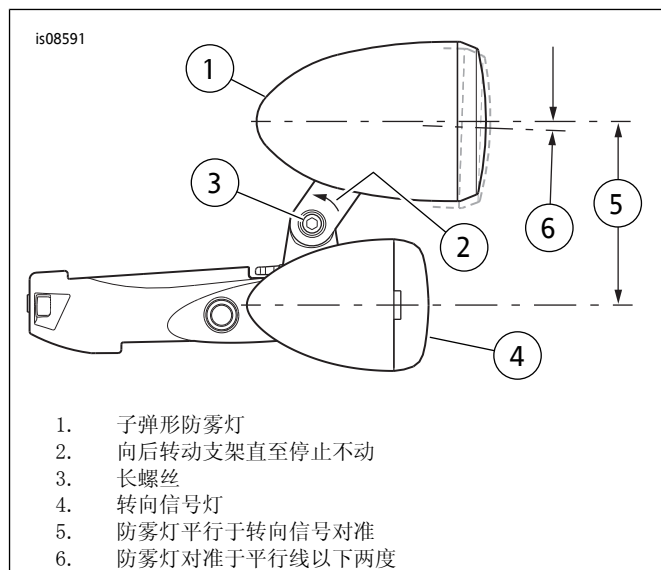

图3。防雾灯对准
参见图3。由于安装螺丝安装空间所限，最终安装防雾灯（1）之前必须先对准。
6. 取出一个防雾灯支架（3）、长螺丝（8）和普通1/4-20螺母（10，未提供）。使用螺丝和螺母将支架暂时组装至支座。朝向后方转动防雾灯支架，直至其停止不动（参见图3：项目2）。拧紧螺丝和螺母，足以将其固定到位即可。
9. 参见图3。对防雾灯（1），使其与转向信号灯（4）平行。遵循防雾灯套件中的说明将防雾灯螺丝拧紧。